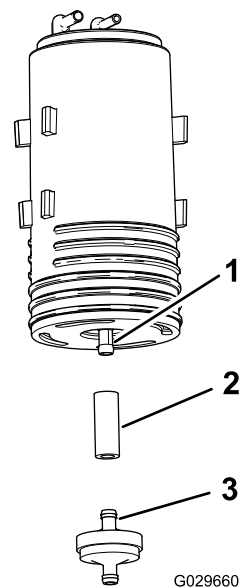

Figure 51
- Déposez le filtre et le petit flexible du raccord inférieur sur l'ancienne cartouche (Figure 51).
- Branchez le flexible au raccord inférieur de la nouvelle cartouche de charbon actif (Figure 51).
6. Insérez le raccord du nouveau de la cartouche dans le flexible (Figure 51).